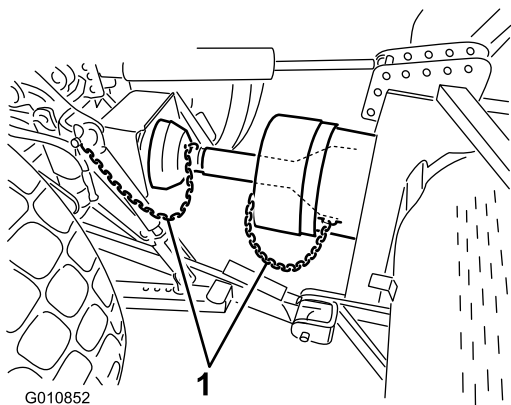

Figura 25
6. Collegate le catene di sicurezza alla protezione della presa di forza e alla staffa dell'unità motrice (Figura 25). Le catene devono rimanere lente quando l'arieggiatore è sollevato o abbassato.